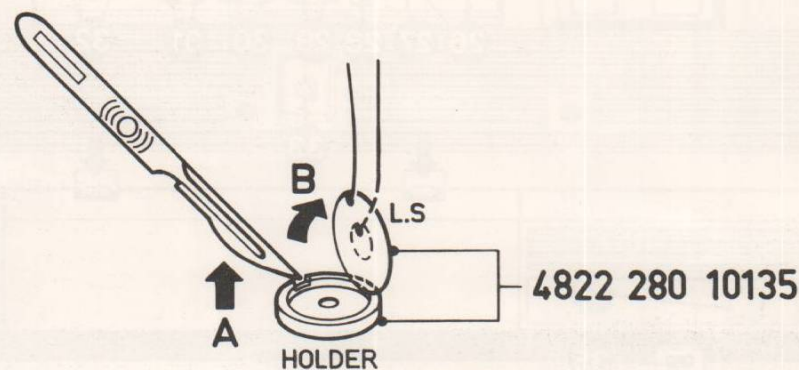

Fig. 1
- Take the piezo element out of its housing in a manner similar to the one shown in Fig. 1.
- Extraire le piézo-élément de son cadre comme indiqué à la fig. 1.